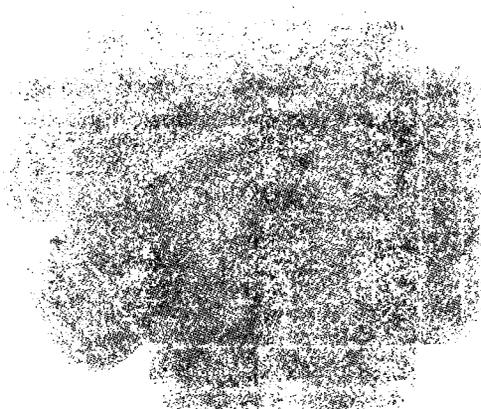

Рис. 10.25. Развертка детали
2. Запустите инструмент **Создать развертку** с панели **Развертка** вкладки **Листовой металл**. На рис. 10.25. показан результат создания развертки.